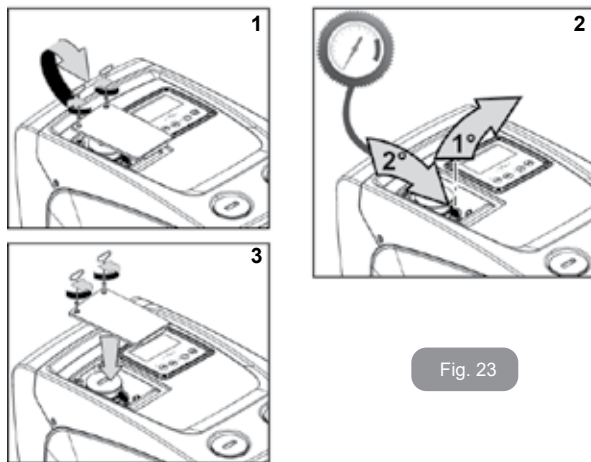

Fig. 23
1. ta bort luckan till utrymmet för extra underhåll (Fig. 1, sida F) genom att lossa de två låsskruvarna med det medföljande verktyget. Ta inte bort skruvarna helt utan använd dem för att dra ut luckan. Tappa inte skruvarna in i systemet när de har tagits bort från luckan (fig. 23);
2. dra av gummihylsan från expansionskärlets ventil (fig. 23);
3. justera ventilen enligt anvisningarna i avsnitt 1.2 (fig. 23);
4. sätt tillbaka gummihylsan (fig. 23);
5. sätt tillbaka luckan och dra åt de två skruvarna (fig. 23).